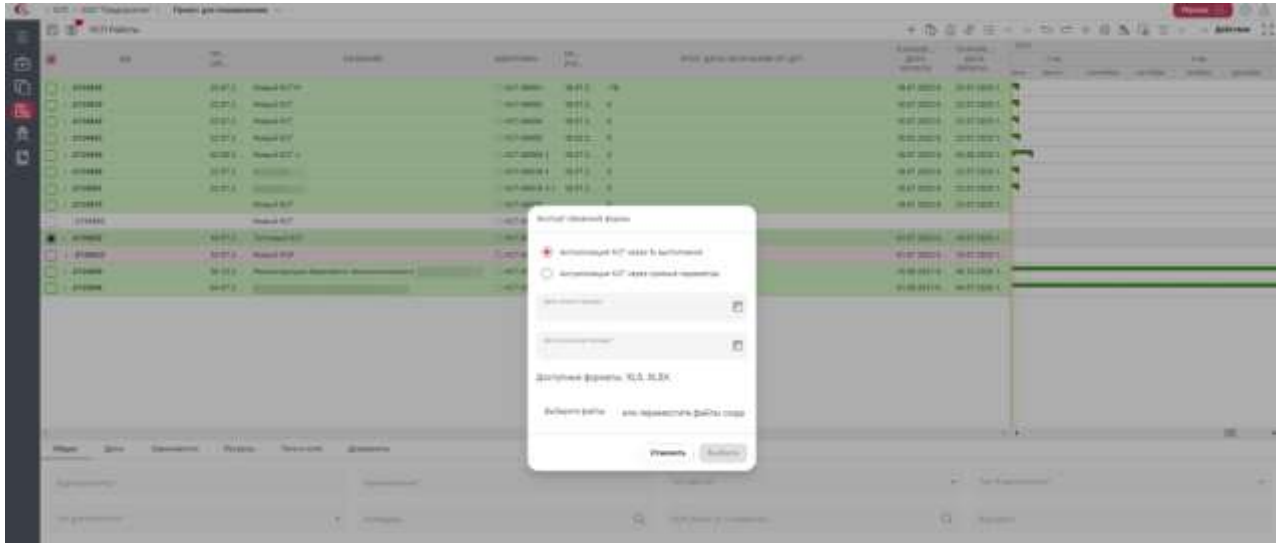

Рисунок 136– Раздел «Работы», Действия – Импорт обменной формы в Excel
6.1 Нажать в меню «Действие» (в разделе Работы или Ресурсы), далее - «Импорт обменной формы в Excel» (Рисунок 136).